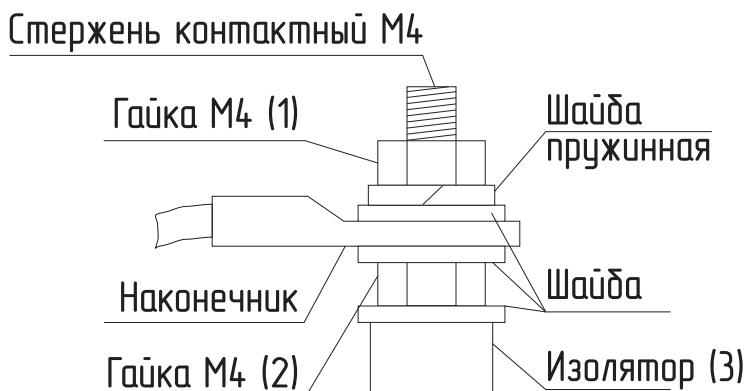

Рис.16 Присоединение проводов к выводам блок ТЭН
- при замене блок ТЭН присоединение фазных проводов к выводам блок ТЭН производить согласно **Рис.16.** Сечение кабеля указано в **Таб.1 и Таб.2**;
- провод нейтрали «N» подключить на перемычку блока ТЭН (**Рис.16**).